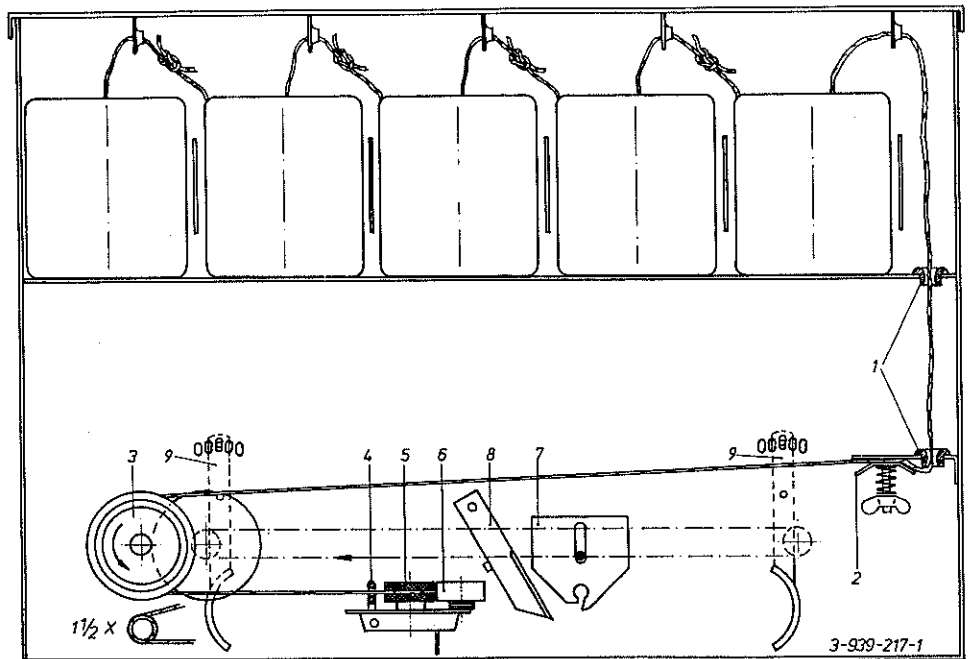

Abb. 9
1. Bindegarnrollen aufrecht in den Behälter stellen und gemäß Abb. 9 miteinander verbinden
2. Den Anfang der 1. Rolle in die Wickelvorrichtung gemäß Abb. 9 einfädeln. Dazu das Garn durch die Garnführung 1 und die Garnbremse 2 führen. Die Stufenrolle 3 wird 1 1/2 mal umschlungen. Dann das Garn durch Öse 4 und zwischen den Rollen 5 und 6 des Startes in Richtung Preßkammer führen. Dort durch die letzte Garnführung etwa 10 cm durchhängen lassen.
3. Die Garnfangvorrichtung 7 (Abb. 9) soll in der Ausgangsposition ca. 200 mm von den Rollen 5 und 6 des Startes entfernt stehen, und muß sich bei Linksdrehung der Stufenrolle 3 auch nach links bewegen. Sollte dies nicht der Fall sein, Stufenrolle 7 so lange links herumdrehen, bis die Garnfangvorrichtung 7 bei der Bewegung nach links diese Position erreicht hat.
**Achtung!** Nach längerer Standzeit oder Benutzung der Folien- bzw. Netzwickelvorrichtung Funktion der Bindevorrichtung durch einmaliges Durchdrehen der gesamten Bewegungsbahn der Garnfangvorrichtung von Hand an der Stufenrolle 7 (Abb. 9) überprüfen. Gleichzeitig auch die Funktion der Startvorrichtung überprüfen. Sollte die Starteinrichtung das Bindegarn nicht vorschieben, muß geprüft werden, ob das Bindegarn hakt bzw. die Rolle 6 genug Federkraft hat; ggfs. nachspannen.
5. Mit der Fadenbegrenzung 9 (Abb. 9) läßt sich der Abstand des Garns zur Ballenkante verstellen.